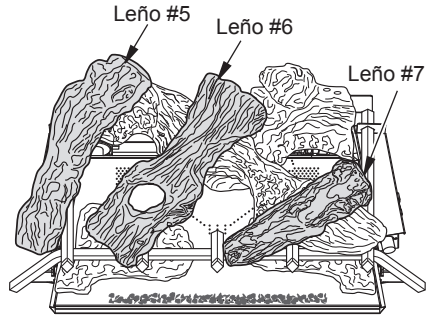

Figura 23 - Instalación de leños #5, #6 y #7
4. Inserte las clavijas en la parte inferior del leño #5 en el agujero del leño #4, con el otro extremo colocado en la rejilla de base (consulte Figura 23).
5. Inserte las clavijas en la parte inferior del leño #6 en el agujero del leño #4, con el otro extremo colocado en la rejilla de base (consulte Figura 23).
6. Inserte las clavijas en la parte inferior del leño #7 en el agujero del leño #4, con el otro extremo colocado en la rejilla de base (consulte Figura 23).